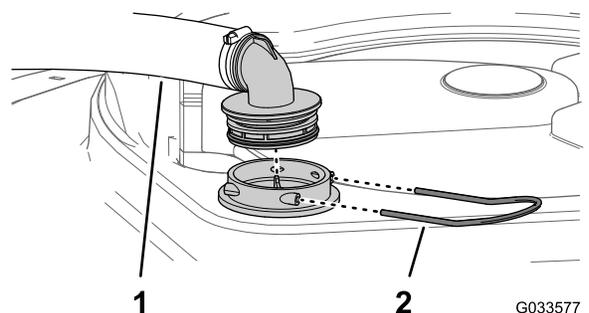

Figura 46
2. Na parte superior do depósito do pulverizador, retire a fixação que prende a união da mangueira unida à tubagem grande da estrutura do filtro (Figura 46).
3. Retire a tubagem e a união da tubagem da estrutura do filtro (Figura 46).